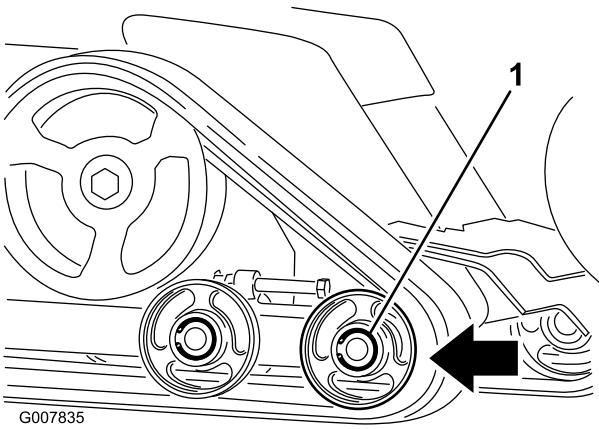

Bild 48
- Drücken Sie das vordere Straßenrad so weit es geht nach hinten (Bild 48).
- Wenn Sie die Kette vom Straßenrad entfernt haben, nehmen Sie sie von der Maschine ab (Bild 48).
- Legen Sie die neue Kette, beginnend am Antriebsrad, um das Rad und stellen Sie sicher, dass die Stollen an der Kette zwischen die Distanzstücke auf dem Rad passen (Bild 48).
- Drücken Sie die Kette unter und zwischen das hintere und mittlere Straßenrad (Bild 48).